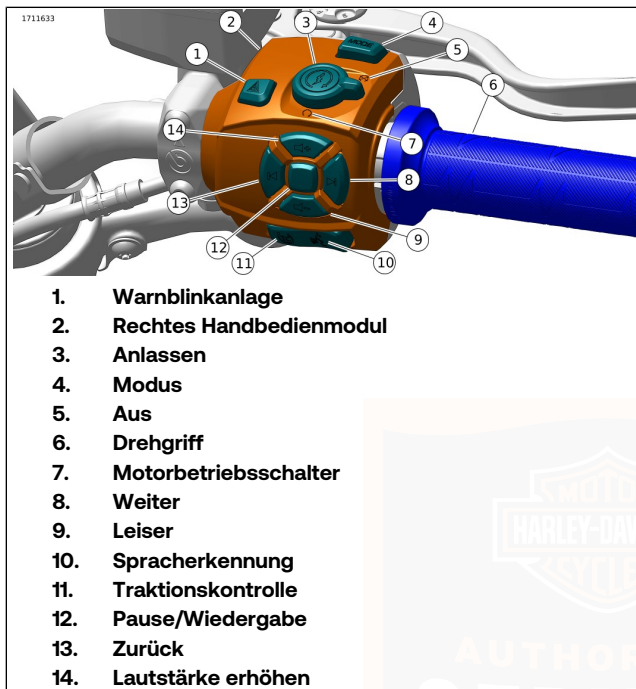

Abbildung 48. Rechtes Schaltermodul
5. Siehe Abbildung 48. In Anwesenheit eines Sicherheitsschlüsselanhängers den Motorbetriebsschalter auf RUN (Ein) (7) stellen.
1. Siehe Abbildung 48 . Den Motorbetriebsschalter auf AUS stellen.